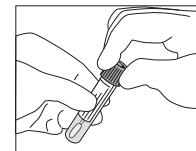

Fig. 3
5. Vuelva a colocar la tapa en el tubo y ciérrelo bien (Fig. 3).